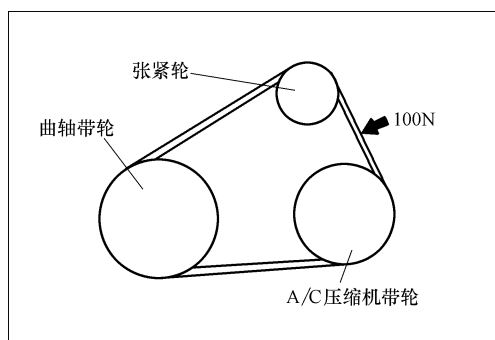

图 2-5 调整检查空调压缩机驱动带张紧度
1) 使用带张力计检查两个带轮中间位置的带张力是否符合标准值，如图 2-5 中箭头所示。此外，用 98N 的力压这个位置来检查挠度是否符合表 2-6 所示的标准值。